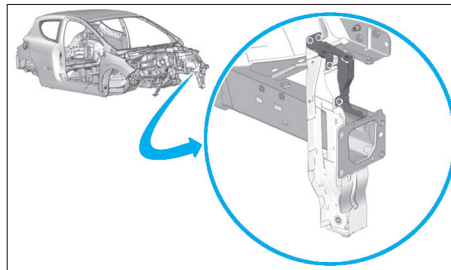

FIG. 13
- l'absorbeur de choc (5) avec ses vis (6).
- Souder le support (4) par pointages électriques (Fig.13).